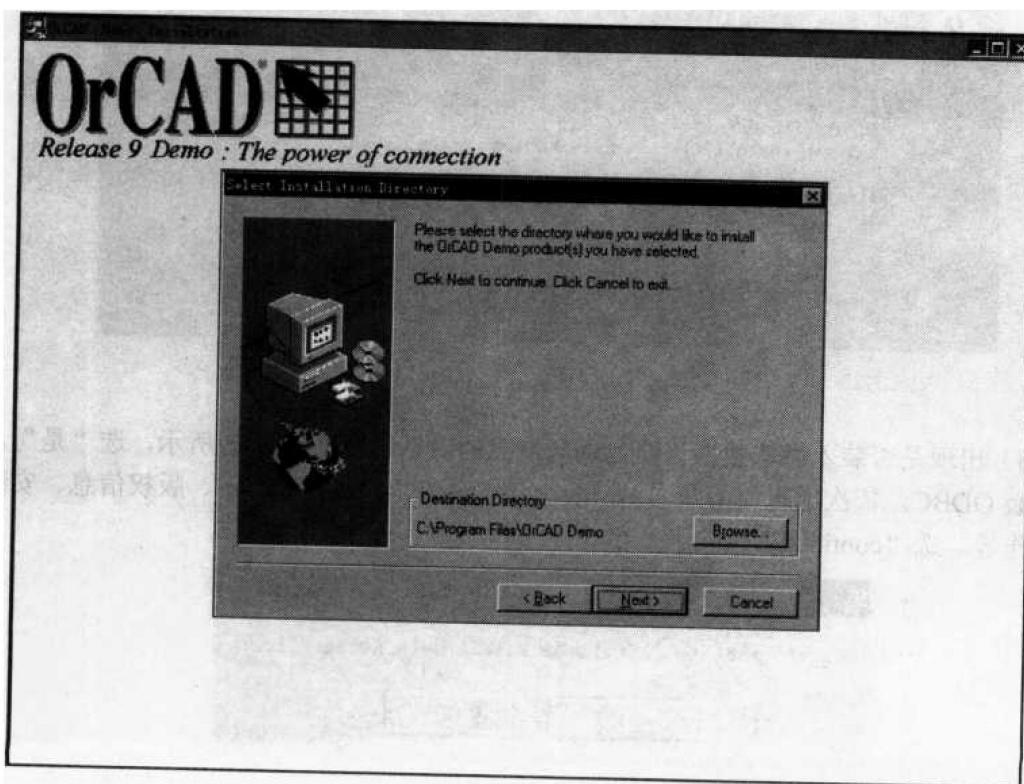

图 1-4 安装目录
(5) 显示安装目录（图 1-4）。系统默认目录是：C:\Program Files\OrCAD Demo。单击“Browse”可以更改目录，如 D:\OrCAD，这是为了让 C 盘空一些。然后单击“Next”按钮。